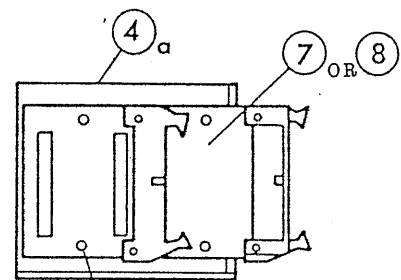

図 4
- (1) I/F ブラケット④にコネクタボード A ⑦または B ⑧を固定します。（図 4）